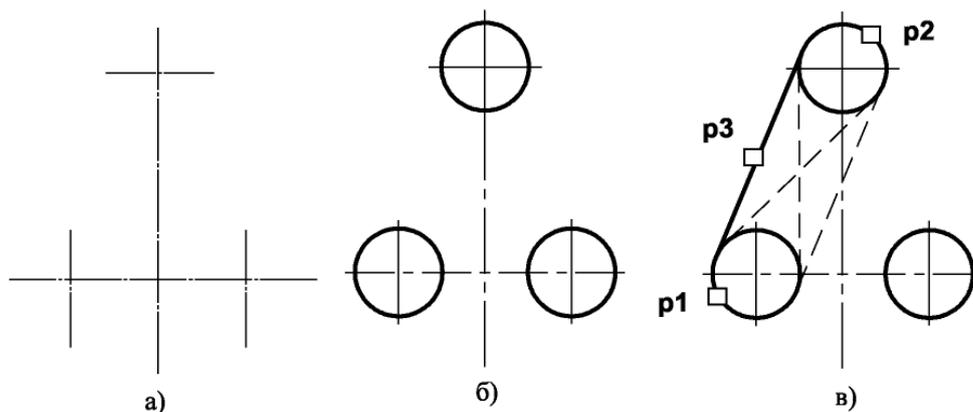

Рисунок 2.1. - Построение касательных к двум окружностям
Построение касательных к двум окружностям заданных радиусов представлено на рис. 2.1. Вначале рекомендуется изобразить осевые линии, задающие центры окружностей (см. рис. 2.1а). Далее необходимо изобразить сами окружности, к которым строится касательная прямая (рис. 2.1б).
2. Указать графическим курсором произвольную точку (точка p1) на первой окружности, к которой должна быть проведена касательная прямая (рис. 2.1 в).
3. Указать графическим курсором произвольную точку (точка p2) на второй окружности, к которой должна быть проведена касательная прямая (рис. 2.1 в).
4. Выбрать курсором нужную касательную на графической зоне и щелкнуть по кнопке  - Создать объект панели специального управления (точка p3) (рис. 2.1 в).